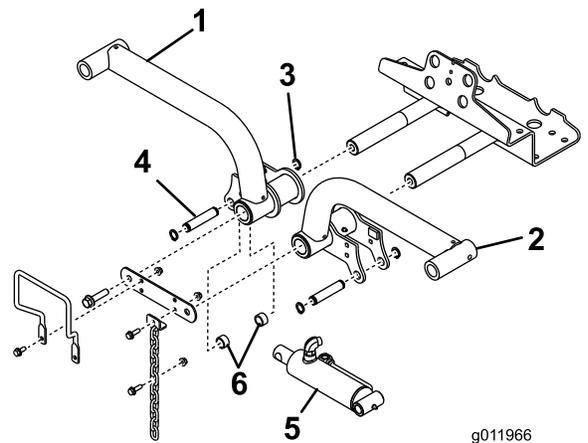

图15
4. 将提升臂插到提升臂枢轴上图15用之前卸下的提升臂枢轴连杆和螺栓分别固定。
6. 用 2 个安装销和 2 个隔片将提升油缸的右端固定至右提升臂上 图15。用卡环将其固定。